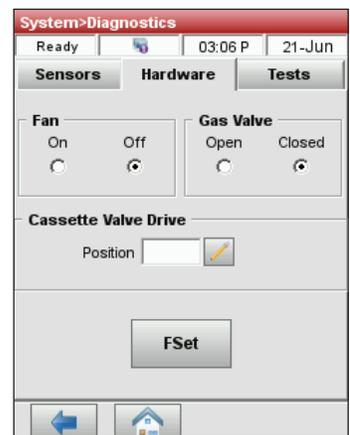

Figura 31. Scheda Gestione sistema > Diagnostica > Controlli
2. Toccare **Diagnostica** e poi toccare la scheda **Hardware** (Figura 31).